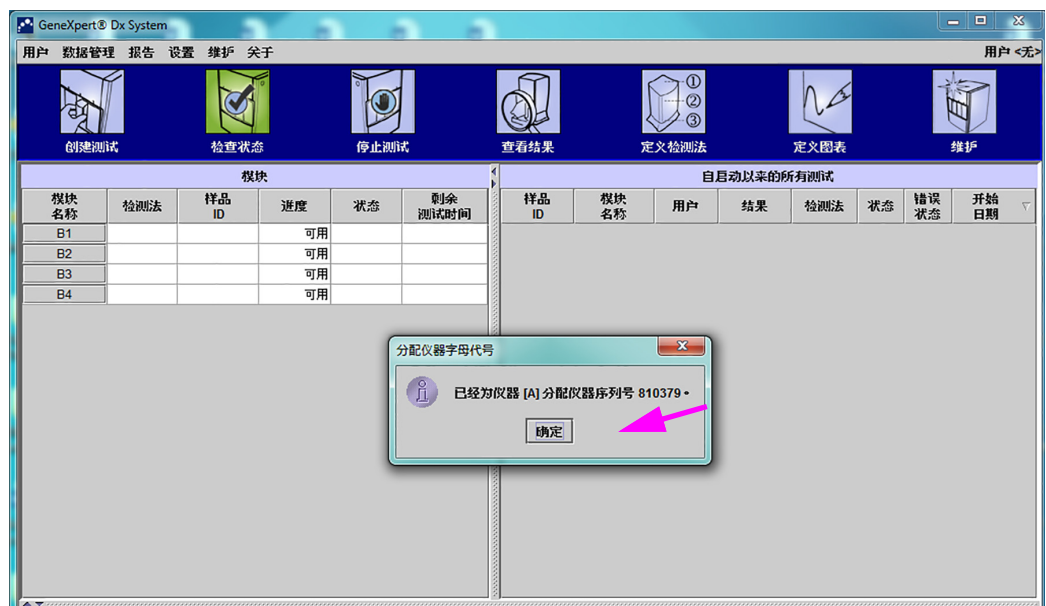

图 2-60. 具有更新的仪器字母代号分配的 GeneXpert Dx System 窗口
8. 单击**确定（OK）**以关闭分配仪器字母代号（Assign Instrument Letter）对话框（参见图 2-60）。模块名称（Module Name）将使用新的仪器字母代号（Instrument Letters）进行更新。